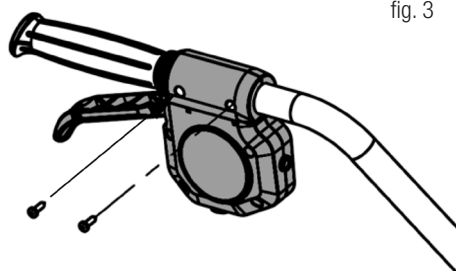

fig. 3
3. Montare la maniglia della frizione come mostrato in fig. 3.